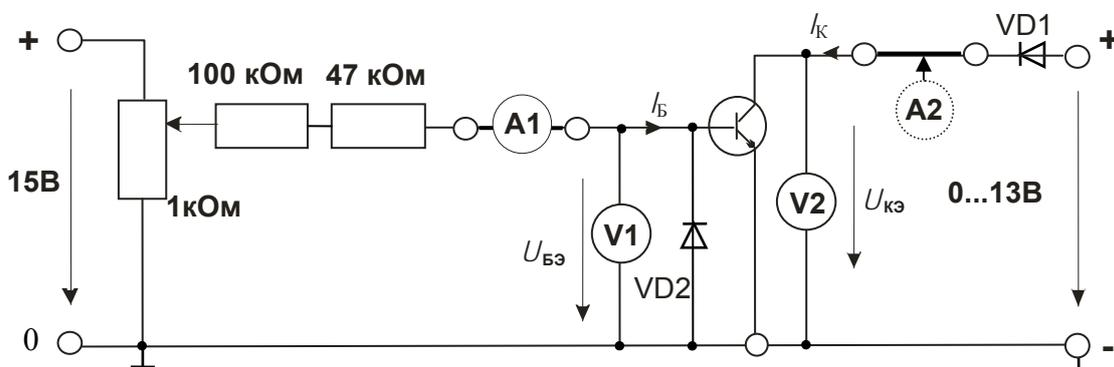

Рис. 6.6
1. Соберите цепь согласно схеме (рис. 6.6, 6.7). Потенциометр 1 кОм используется для регулирования тока базы, резисторы 100 и 47